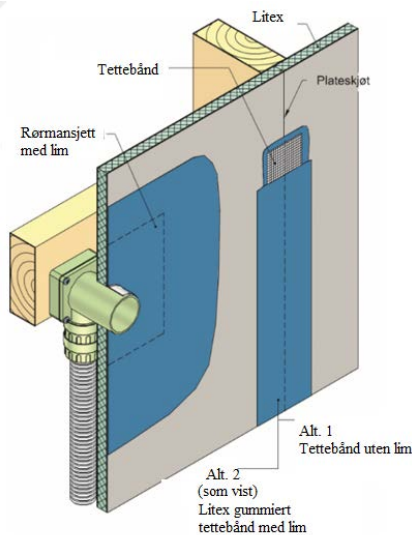

Fig. 2
- Alternativ 1, Litex membranplattetape eller membranduktape benyttes over veggskjøter, vegg hjørner og skruefester uten bruk av lim, se fig. 2.
- Alternativ 2, alle plateskjøter og skruefester dekkes med Litex gummiert skjøtebånd, i kombinasjon med et lim oppgitt i tabell 4. Limet skal dekke tettebåndet i en bredde som er bredere enn båndets bredde, se fig. 2.
Litex Rørmansjetter limes fast til underlaget og dekkes deretter med et lim oppgitt i tabell 4, i en bredde som er bredere enn selve mansjetten, se fig. 2.